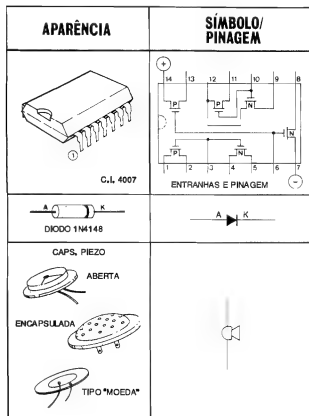

FIG. 2
- 1 - Cápsula piezo (transdutor "de cristal") de qualquer dos tipos ilustrados na **FIG. 2**